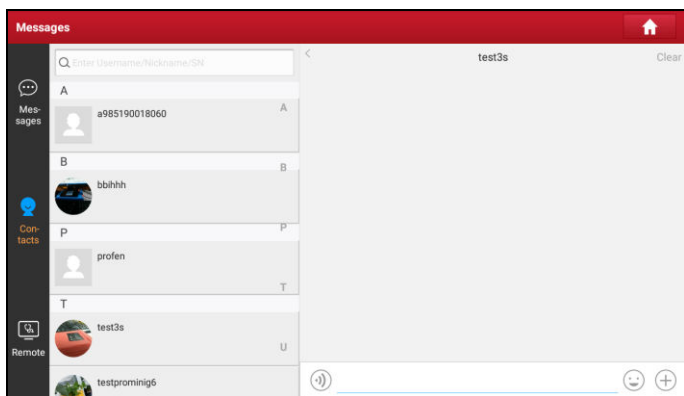

Abb. 5-42
A. Wenn der Kontakt nicht der Freundesliste hinzugefügt wurde, tippen Sie in Abb. 5-42 auf „Nachricht senden“ („Send Message“). Die folgende Benutzeroberfläche wird angezeigt: